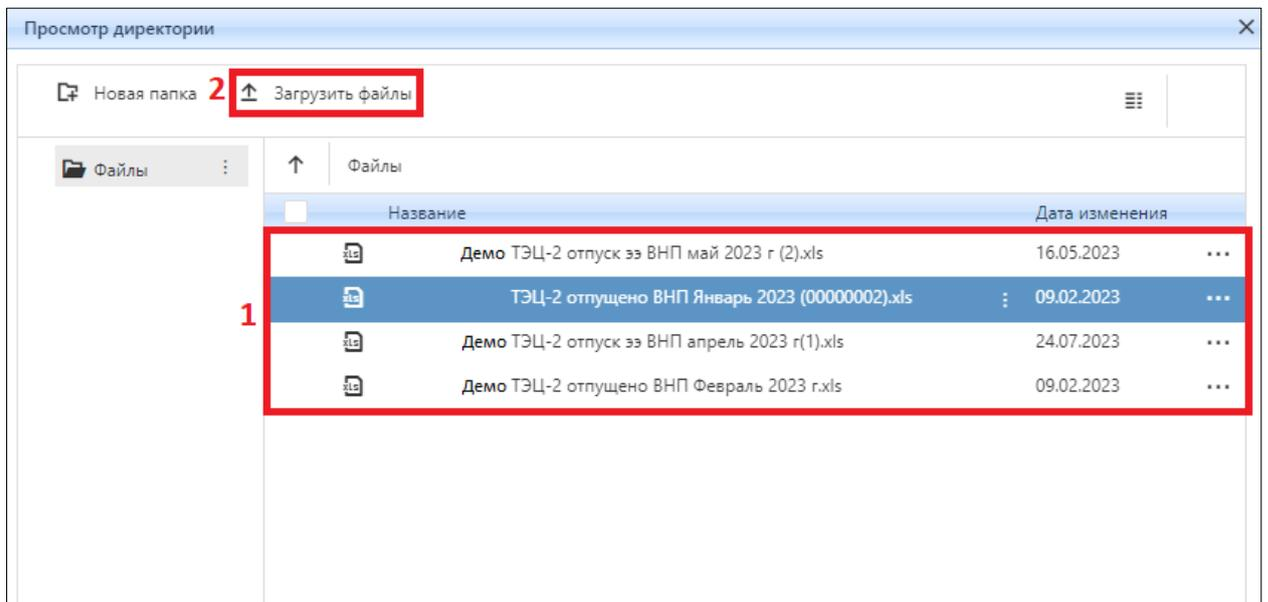

Рисунок 3.6.8 – Окно «Просмотр директории»
5. В открывшемся окне «Просмотр директории» будут приведены (1) файлы, уже расположенные в директории и доступные для загрузки (рис. 3.6.8). Также есть возможность загрузить новый файл по нажатию кнопки (2) «Загрузить файлы» (рис. 3.6.8).